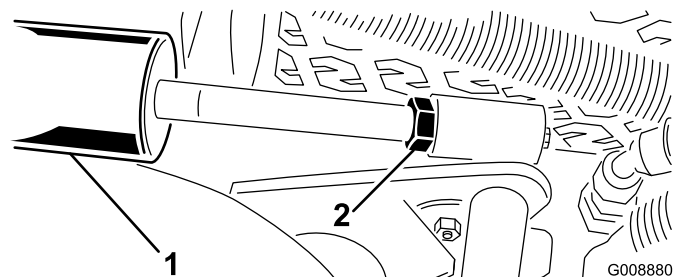

図 29
- A. カッティングユニットを降下させ、シリンダについているジャムナットを戻す (図 29)。